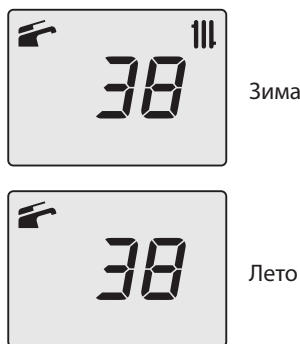

Рисунок 9.13
- Снова нажав одновременно в течение 10 секунд кнопки 12-13-14 (Рисунок 9.7), можно выйти из "режима трубочист" и вернуться к установленным ранее настройкам котла (Рисунок 9.13).